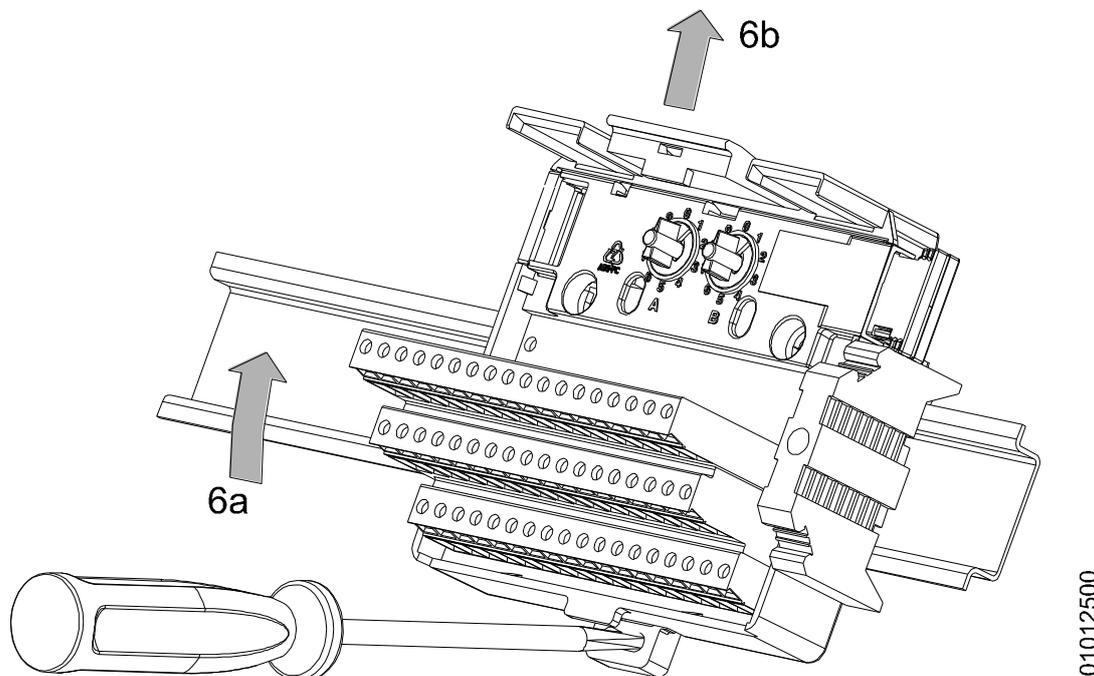

Figura 7-1 Retirada da Base do Trilho
6. Com uma chave de fenda soltar a trava que prende a base ao trilho, girar a base para fora do trilho (6a) e deslizar a base, retirando-a do trilho (6b), conforme Figura 7-1.